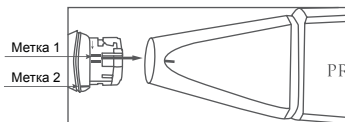
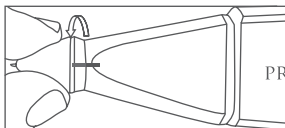

Рис. 1.08
Рис. 1.09
2. Чтобы вставить новый кончик детектора, расположите метку 1, как показано на **рис. 1.08**, сдвиньте ее и поверните по часовой стрелке, чтобы сровнять метку 2 с меткой на корпусе прибора и зафиксировать, как показано на **рис. 1.09**.